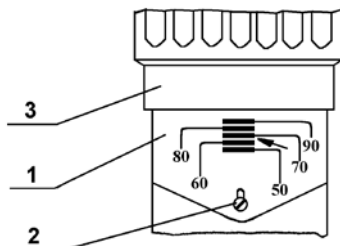

Рис.5 Схема настройки автоматики регулирования температуры воды
7.3.6. Поворотом гайки регулировочной 3 (Рис.5) установите требуемую температуру нагрева воды.
При настройке, вращая гайку регулировочную, совместите верхний край гайки с риской шкалы в ее средней части. Например, для получения температуры воды 70 °С, верхний край гайки должен быть совмещен с риской, которая указана стрелкой (Рис.5). После нагрева воды до температуры, соответствующей настройке, подача газа к горелке автоматически прекращается и она гаснет, а запальник продолжает работать.
Для этого ослабить винт 2 (Рис. 5) крепления шкалы настройки и, перемещая шкалу, совместить риску, температура которой соответствует показанию термометра, с краем гайки. Запрещается вывинчивать гайку регулировочную выше черты, указывающей 90°C . Это приведет к отключению блока автоматики и перегреву воды (свыше допустимой температуры).